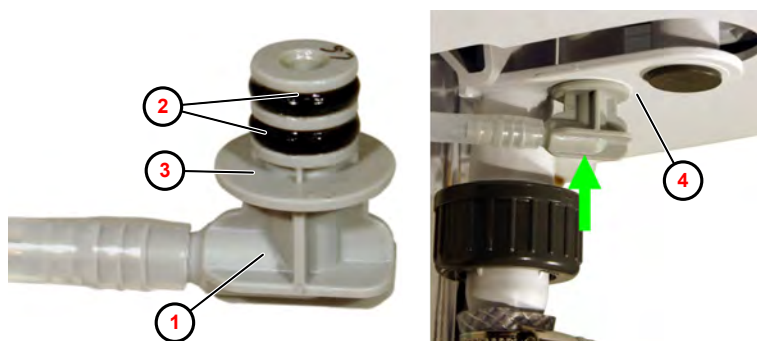

Fig. 17: Smontaggio dell'adattatore di collegamento
1. ➤ Estrarre gli o-ring (Fig. 17 , ②) dall'adattatore di collegamento ① .
2. ➤ Pulire la sede dell'o-ring ③ manualmente.
5. ➤ Inserire l'adattatore di collegamento ④ fino a fine corsa, finché non diventa solidale con l'alloggiamento della tramoggia.